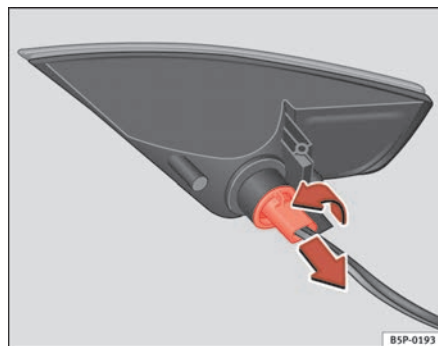

Fig. 189 Piloto una vez extraído del parachoques
- Gire el portalámparas a la izquierda, y extráigalo en el sentido de la flecha ⇒ fig. 189.